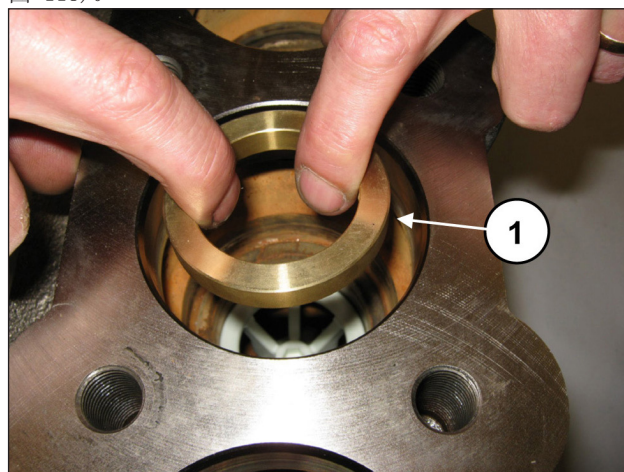
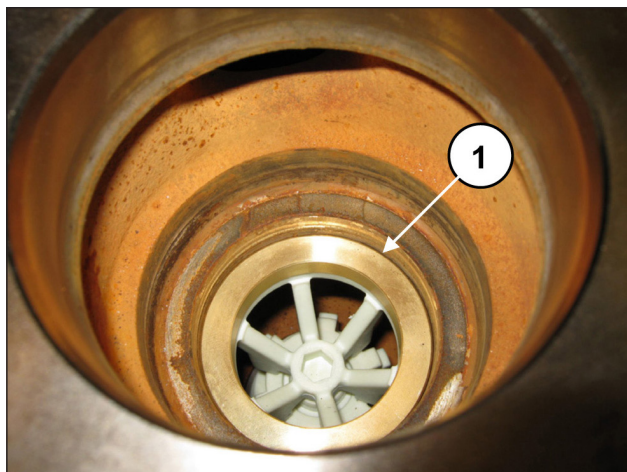

图 117
图 118
将隔离环插入阀座中 (①, 图 117), 靠在垫片上 (①, 图 118)。